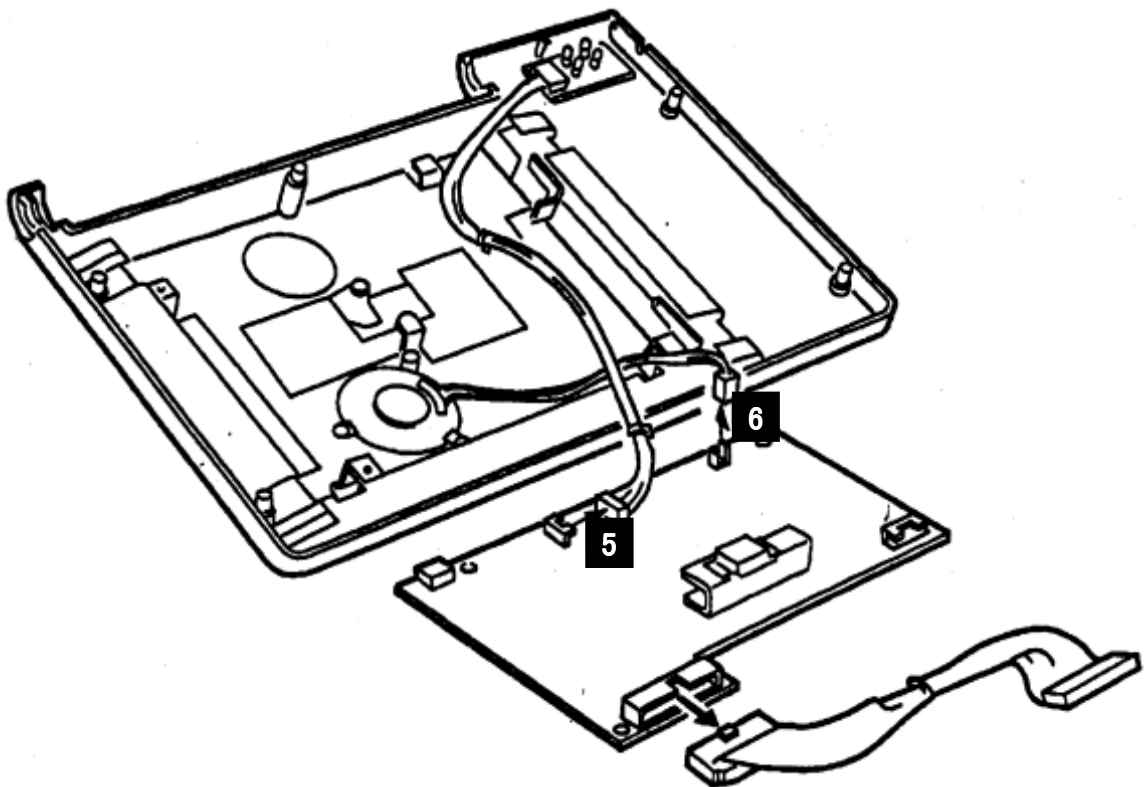

図 17. PLUキーボード/ディスプレイ その6
7. Control Card を図のように持ち上げます。(図 17 参照)
8. LED基板につながるケーブル(図 17 **5**)を取り外します。
9. スピーカーにつながるケーブル(図 17 **6**)を取り外します。